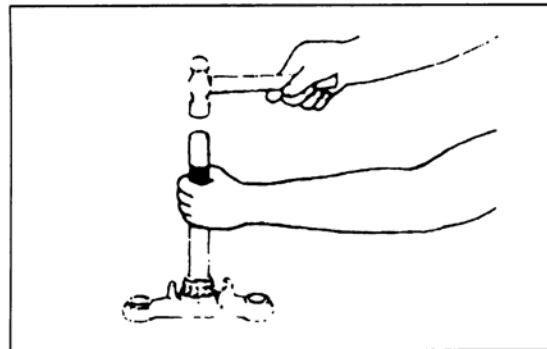

Bild 175
- Unteren Innenlaufring samt neuer Staubdichtung auf Lenkerschaftrohr mit passendem Rohrstück auftreiben (Bild 175).